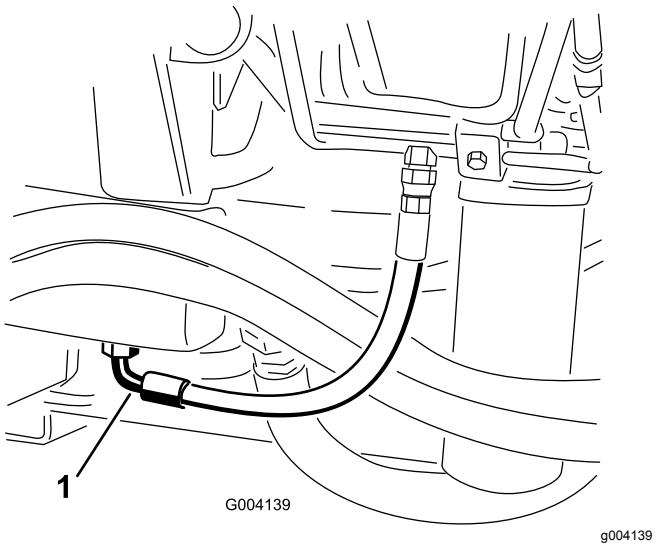

Figura 58
2. Coloque un recipiente grande debajo del acoplamiento situado en la parte inferior del depósito de fluido hidráulico (Figura 58).